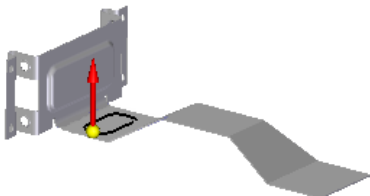
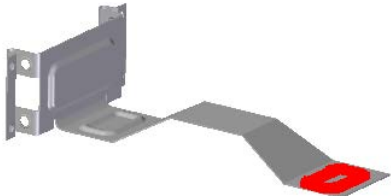

图 8.11.46 定义冲压方向
图 8.11.47 镜像特征 4
(3) 定义筋属性。在“加强筋”命令条中单击“侧步骤”按钮，定义冲压方向如图 8.11.46 所示，单击鼠标左键；单击按钮，在**横截面**区域选中  U 型单选项，在 **高度 (H)** 文本框中输入值 2.0，在 **宽度 (W)** 文本框中输入值 2.0，在 **角度 (A)** 文本框中输入值 45；在 **倒圆** 区域选中 ☒ **包括倒圆 (I)** 复选框，在 **凸模半径 (R)** 文本框中输入值 1.5，在 **凹模半径 (R)** 文本框中输入值 2.0；在 **端点条件** 区域选中  **成形的 (F)** 单选项；单击 **确定** 按钮。
(4) 单击 **完成** 按钮，完成特征的创建。
Step22. 创建图 8.11.47 所示的镜像特征 4。